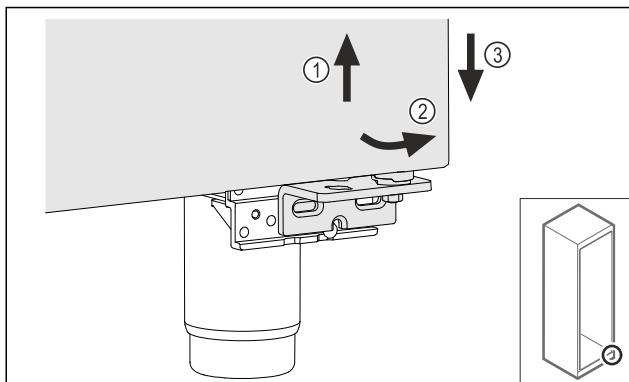

Fig. 20
- Paceliet mazliet durvis Fig. 20 (1), apakšā sagāziet uz priekšu Fig. 20 (2) un nolaidiet Fig. 20 (3).